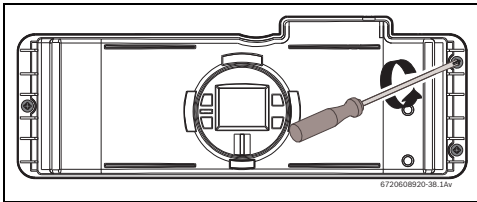
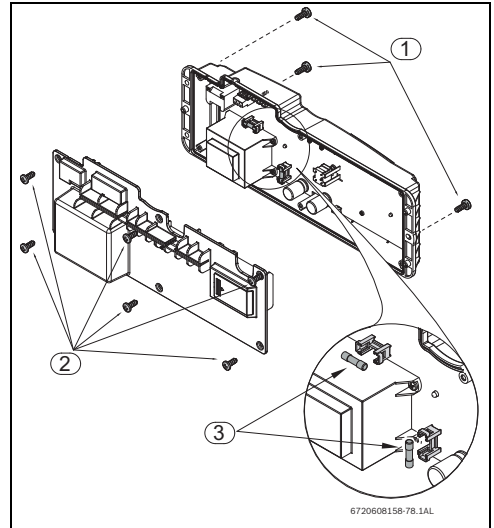

Fig. 40
Fig. 41 Ubicación de los fusibles
- ▶ Aflojar tres tornillos en la parte delantera de la caja electrónica (Fig. 40 y Fig. 41 , pos.1).
- ▶ Jalar la caja electrónica para acceder a los seis tornillos situados en la parte posterior y retirarlos (Fig. 41 , pos. 2).
- ▶ Después de verificar los fusibles (Fig. 41 , pos.3) proceder al montaje de todas las piezas en el orden inverso.